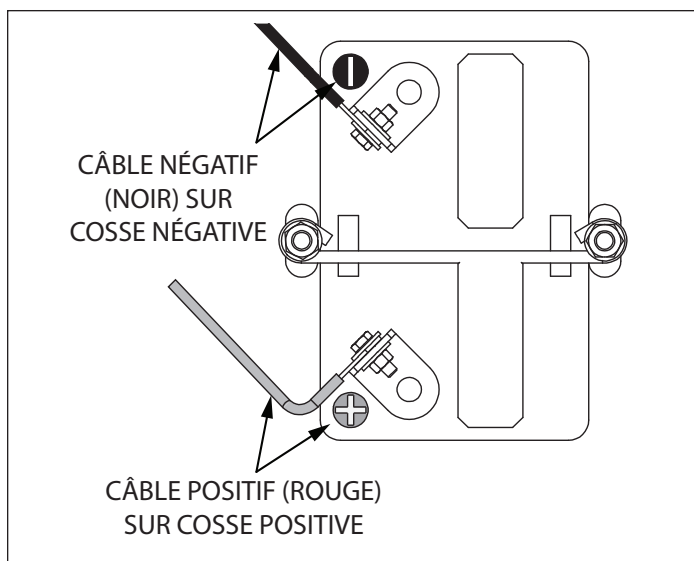

Figure 6
1. S'assurer que la batterie est branchée et mise à la masse. Voir Figure 6